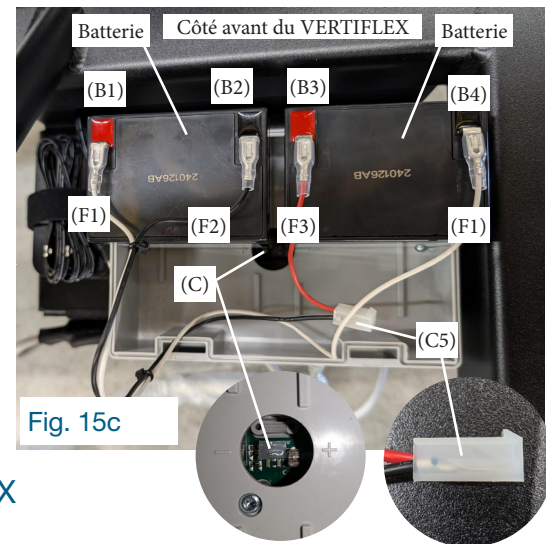

Fig. 15c
3. Soulever légèrement les (2) batteries en même temps de façon à avoir accès sous les batteries, à l'intérieur du boîtier.
4. Débrancher le connecteur (C5) sous les batteries, reliant les batteries au contrôleur (C), situées au centre du fond du boîtier (fig. 15c).
1. (fig. 15c) Une fois les batteries périmées retirées (se référer à la section 15.1), brancher les connecteurs des (4) fils aux bornes des nouvelles batteries en prenant bien soin de brancher chaque fil comme suit :
2. Une fois tous les fils branchés aux bornes des (2) batteries, brancher le connecteur (C5) au contrôleur situé au centre du fond du boîtier (C) (fig. 15c). **Assurez-vous de bien insérer le connecteur (C5) du bon côté et qu'il soit bien fixé en place. Si le connecteur (C5) n'est pas bien branché, il pourrait se produire des étincelles et carboniser le contrôleur.**